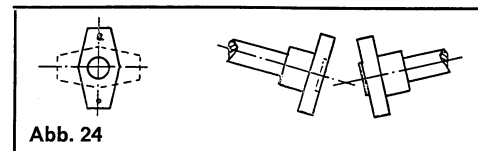

Abb. 24
- 2 Den Winkel der Mittellinien durch Einführen einer Blattlehre, 0,05 mm, zwischen den Hälften überprüfen. Die Hälften danach zusammenschieben, wobei die Blattlehre gehalten werden soll. Diese Messung ist in waagrechter und senkrechter Ebene vorzunehmen. Siehe Abb. 24.